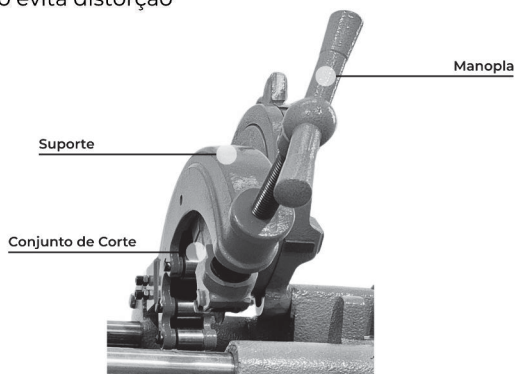

Figura 7
3. Avance o carro até a posição de corte (Figura 7);